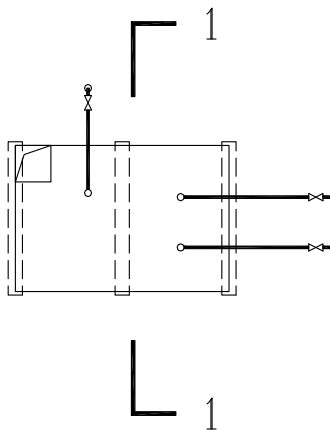

图 4-41 打开面生成素材
① 按 Ctrl+O 组合键,打开配套光盘提供的“第 4 章/4.3.2 剖面生成.dwg”素材文件,结果如图 4-41 所示。